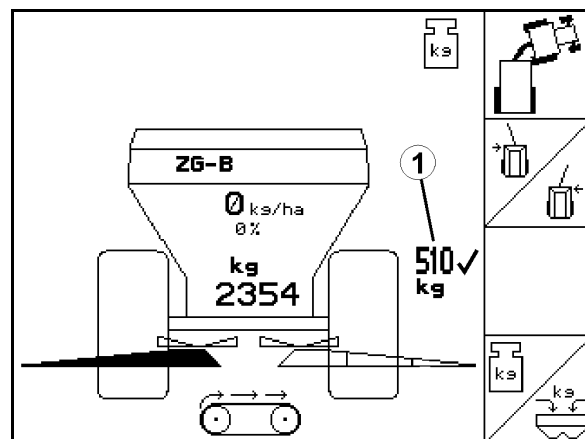

Fig. 24
- I arbejdsmenuen vises den udbragte gødningsmængde (Fig. 24/1).